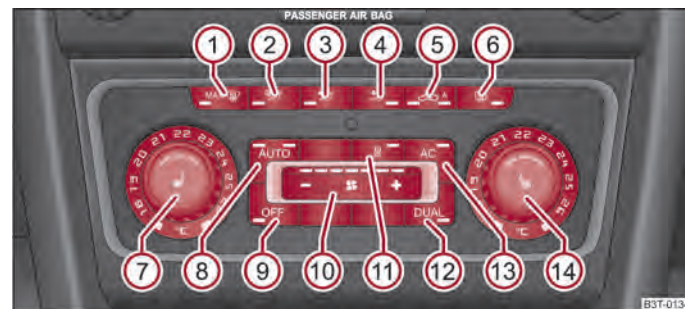

Fig. 111 Climatronic: Elementos de mando
- Pulse la tecla **(AUTO)** ⇒ fig. 111.
- Si se empaña el parabrisas, pulse la tecla **[MAX]** **①** → fig. 111. Cuando el parabrisas se haya desempañado, pulse la tecla **[AUTO]**.
- Pulse la tecla  ⇒ fig. 111.